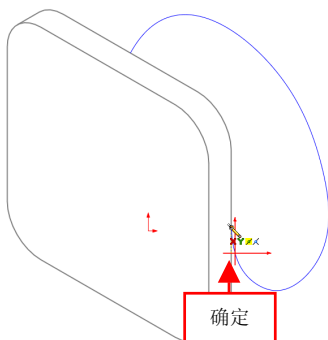

图 2-55 确定结束点
(3) 依次捕捉合适的端点, 最后捕捉右下方垂直直线的中点为结束点, 如图 2-55 所示。